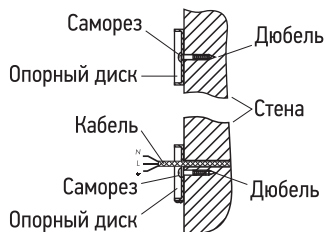

Рис. 8
3.6. При подключении через скрытую проводку место крепления соединительной коробки должно совпадать с местом вывода кабеля из стены (рис. 8).